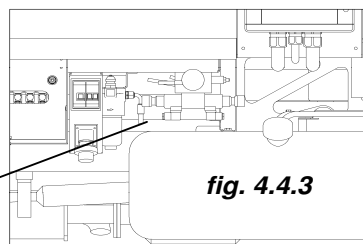

fig. 4.4.3
- déplomber la soupape de dérivation (*pos. 1 fig. 4.4.3*) "commande stabilisateurs/nacelle" placée à côté des commandes des stabilisateurs.